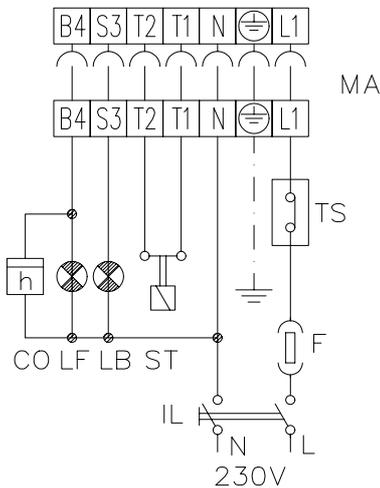
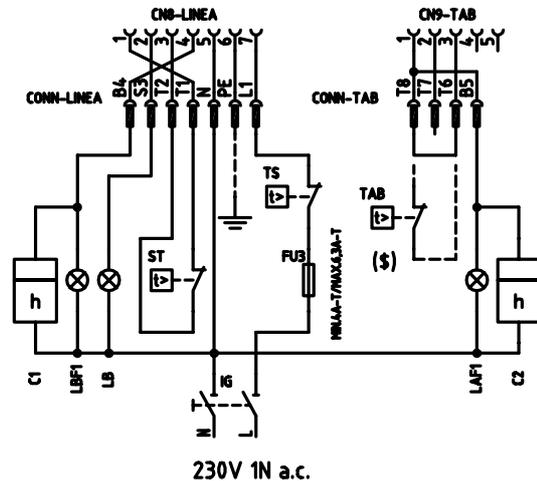

Fig. 7 - Quemadores de una etapa
Fig. 8 - Quemadores de dos etapas
- Llevar a cabo las conexiones eléctricas en la bornera de alimentación, siguiendo el esquema de la Fig. 7-Fig. 8;